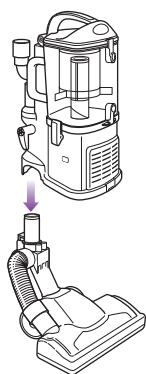

Fig. 7
- 2 Alignez le tuyau de l'embout de plancher au tuyau du chariot amovible et abaissez jusqu'à ce que vous entendiez un déclic indiquant que les deux pièces sont en place. (Fig. 7)
- 1 Détachez le chariot amovible de l'embout pour plancher. (Voir à la page 24, Fig. 7)